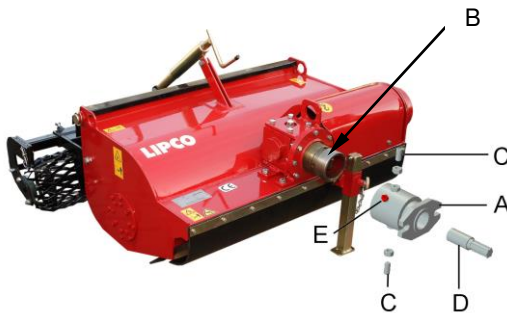

Abb.4
Vor dem Anbringen des Maschinenflansches (Abb. 4 Pkt. A), der speziell für die jeweilige Antriebsmaschine ausgelegt ist, wird empfohlen, auf den Außendurchmesser der Maschinennabe etwas Schmierfett aufzutragen (Abb. 4 Pkt. B). Nun den Flansch mit Hilfe der beiden Gewindestifte (Abb. 4 Pkt. C) und der Kontermuttern anbringen. Zur Befestigung des Flansches an der Nabe wie folgt vorgehen:
- Nun die Verbindungswelle (Abb. 4 Pkt. D), nach vorherigem Einfetten auf die Antriebswelle der Umkehrfräse aufstecken. Nach dieser Vorbereitung die Antriebsmaschine an das Gerät heranhelfen. Hierbei bitte darauf achten, dass die Verzahnung der Verbindungswelle korrekt in die Zapfwellen-Verzahnung der Antriebsmaschine eingreift und der Flansch zentriert am Motorgerät anliegt. Anschließend die Verbindung zwischen Gerät und Antriebsmaschine sichern.
Vor Arbeitsbeginn ist der Antriebsflansch am Schmiernippel zu schmieren (Abb. 4, Pkt. E)!
- Dabei auf Leichtgängigkeit achten. Siehe Abbildung 4.